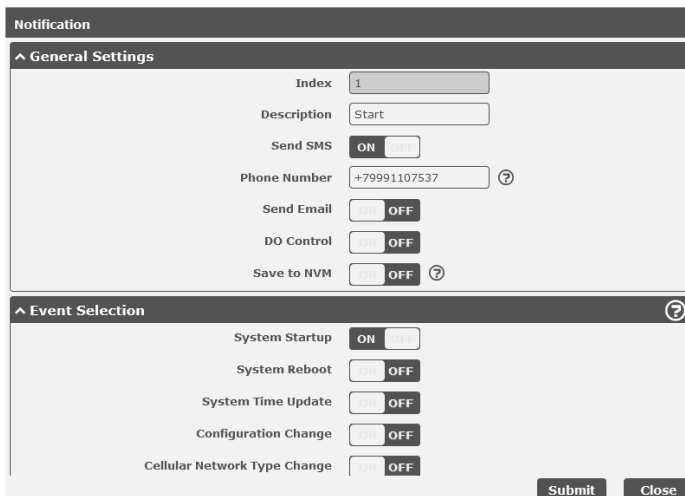

Рисунок 32 – Окно редактирования «Notification»
3.5.13.40 В области «General Settings» (рисунок 32) задать: